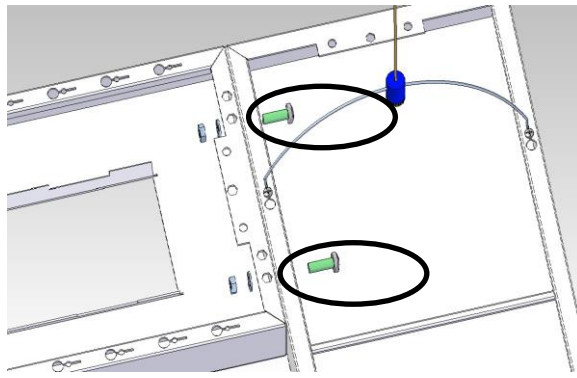

Fig. 8
6. Utilizzare le viti in dotazione (M5x16) per realizzare l'unione dei componenti come indicato in Fig.8.
6. To fix the central body of the lamp, using the supplied screw M5x16. Fix the screw through the holes . See Fig. 8 for more details.